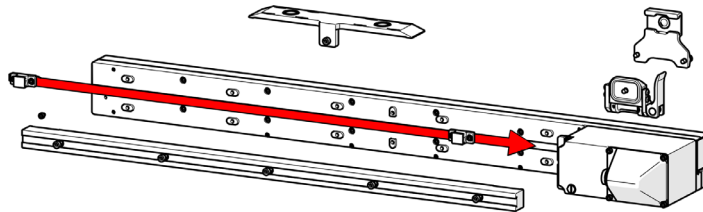

Abbildung 2-49 Schieben der Kabelklemmen vom Rasterarm
7. Schieben Sie die Kabelführungsklemmen vom Rasterarm (siehe Abbildung 2-49 auf Seite 81).